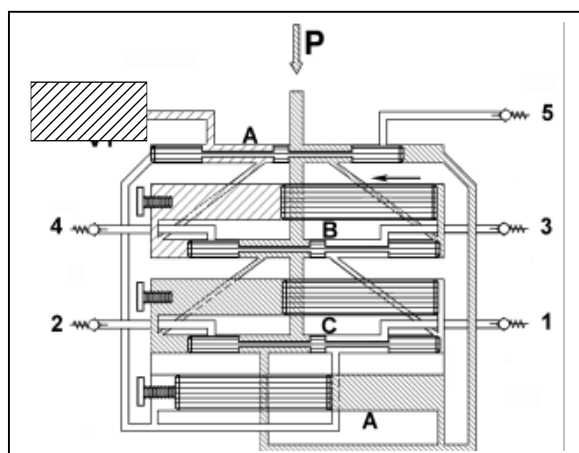

Рис.17 Первая фаза работы
- * Распределитель имеет сейчас позицию поршней фазы 1 (см. рис. 17) и может начинать новый оборот смазочного материала.